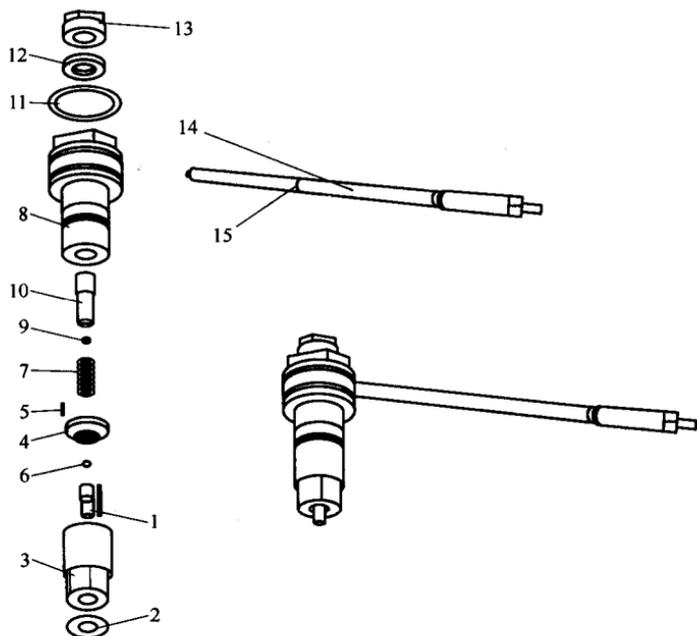

图1 喷油器组成
1.1 喷油器是将喷油泵输出的燃油以一定的压力、一定的方向及良好雾化状态喷入气缸,与空气混合,燃烧做功。喷油器由针阀构件、喷油器体、调整弹簧、调压螺栓、垫圈、进油管和缝隙滤清器组成。见图1。